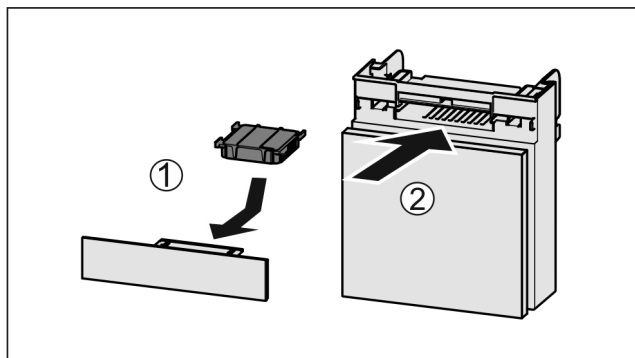

Fig. 135
- ▶ Поставете Fig. 135 (1) филтъра с активен въглен, както е показано на фигурата.
- ▶ Вкарайте Fig. 135 (2) отделението.